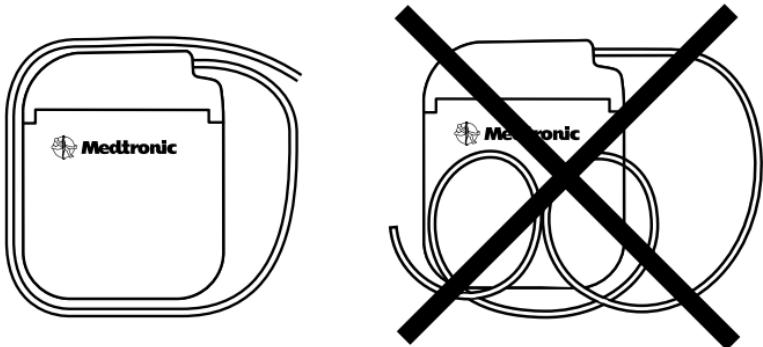

Abbildung 3. Wickeln Sie überschüssiges Verlängerungskabel um den Umfang des Neurostimulators.
- Überschüssige Längen von Verlängerungen dürfen nicht vor dem Neurostimulator zu einem Wickel zusammengelegt werden. Wickeln Sie überschüssiges Verlängerungskabel um den Umfang (Abbildung 3) des Neurostimulators, um die Tiefe der subkutanen Tasche, die mögliche Gefahr einer Beschädigung bei Eingriffen zum Austausch des Neurostimulators und auch die Gefahr eines möglichen Knickens der Verlängerung zu minimieren; außerdem reduziert diese Aufwickeltechnik Störungen bei der Telemetrie. Es sollten nicht mehr als zwei Wicklungen um den Umfang des Neurostimulators gelegt werden. Wenn die Verlängerung mehr als zwei Wicklungen erfordert, kann die Telemetrie beeinträchtigt werden.